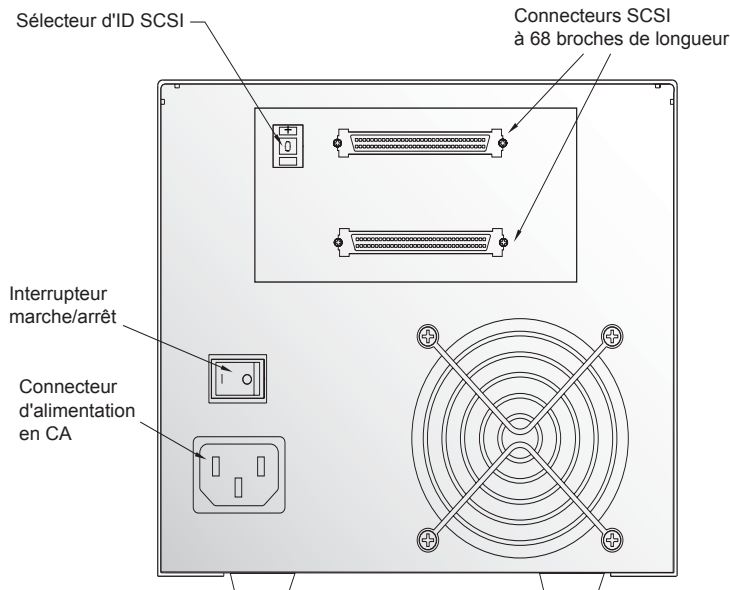

Figure 7. Commutateurs et connecteurs et à l'arrière du lecteur LTO-3 externe
Chaque périphérique SCSI sur le bus doit avoir son propre ID SCSI. Le lecteur de bande externe est livré avec un ID SCSI de 6 par défaut. Évitez de définir l'ID du lecteur sur 7. Si un autre périphérique SCSI de la chaîne SCSI utilise déjà cet ID, utilisez le commutateur à bouton-poussoir à l'arrière du lecteur pour modifier l'ID SCSI du lecteur (consultez la figure 7, page 23) ou attribuez un ID SCSI unique à l'autre périphérique SCSI.
Le lecteur LTO-3 externe a deux connecteurs d'interface SCSI blindés à 68 broches (ANSI Alternative 2) sur le panneau arrière (consultez la figure 7 ci-dessus). Ces connecteurs ont deux rangées de contacts ruban espacés de 2,16 mm (0,085 pouce). Chaque connecteur peut servir de connexion SCSI IN ou SCSI OUT. Cela signifie que vous pouvez utiliser l'un de ces connecteurs pour raccorder le lecteur à un ordinateur hôte ou à un autre périphérique SCSI.
2. Reliez le câble d'interface SCSI à l'un des connecteurs d'interface SCSI à 68 broches qui se trouve à l'arrière du lecteur (consultez la figure 7 ci-dessus).
Raccordez bien le cordon d'alimentation au connecteur d'alimentation situé à l'arrière du lecteur LTO-3 externe (consultez la figure 7, page 23).